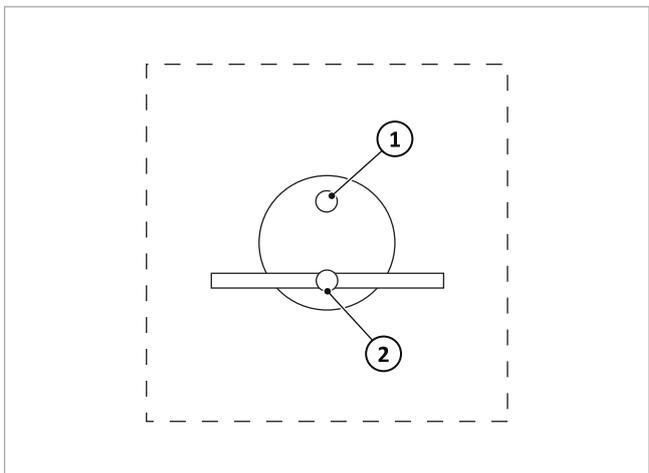

Abb. 106: Ansicht Entnahmetopf von unten
- Die Öffnung im Silo und die des Entnahmetopfes müssen sich gegenüberliegen (vgl. → Abb.106).